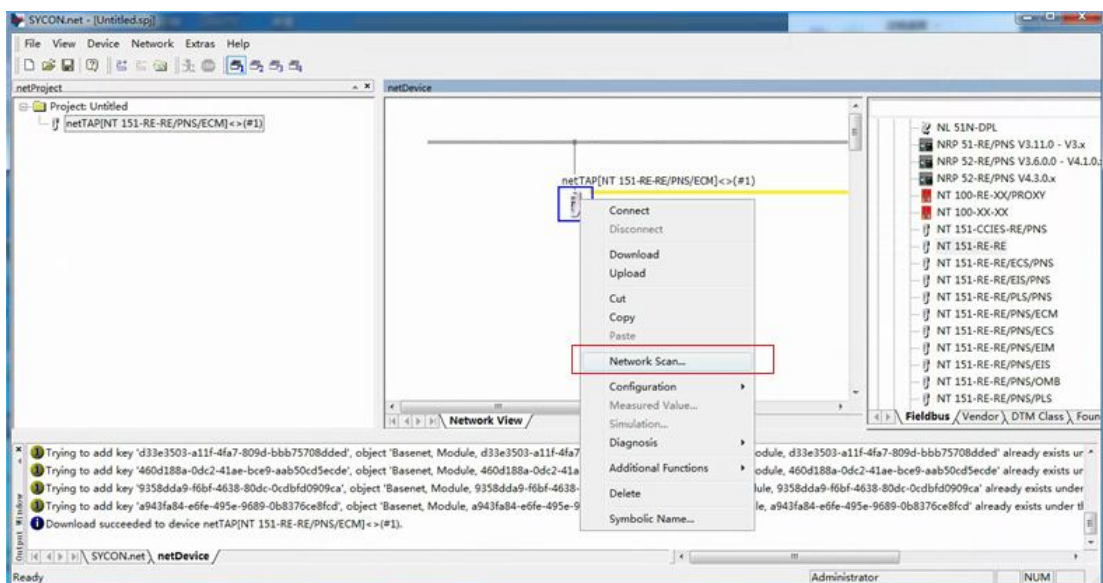

图 5.8 EtherCAT 网络扫描从站
(6) 配置网关 EtherCAT 侧的参数，右击网关图标，选择“Network Scan”，进行 EtherCAT 网络主站自动扫描连接从站设备的信息，请参考图 5.8。